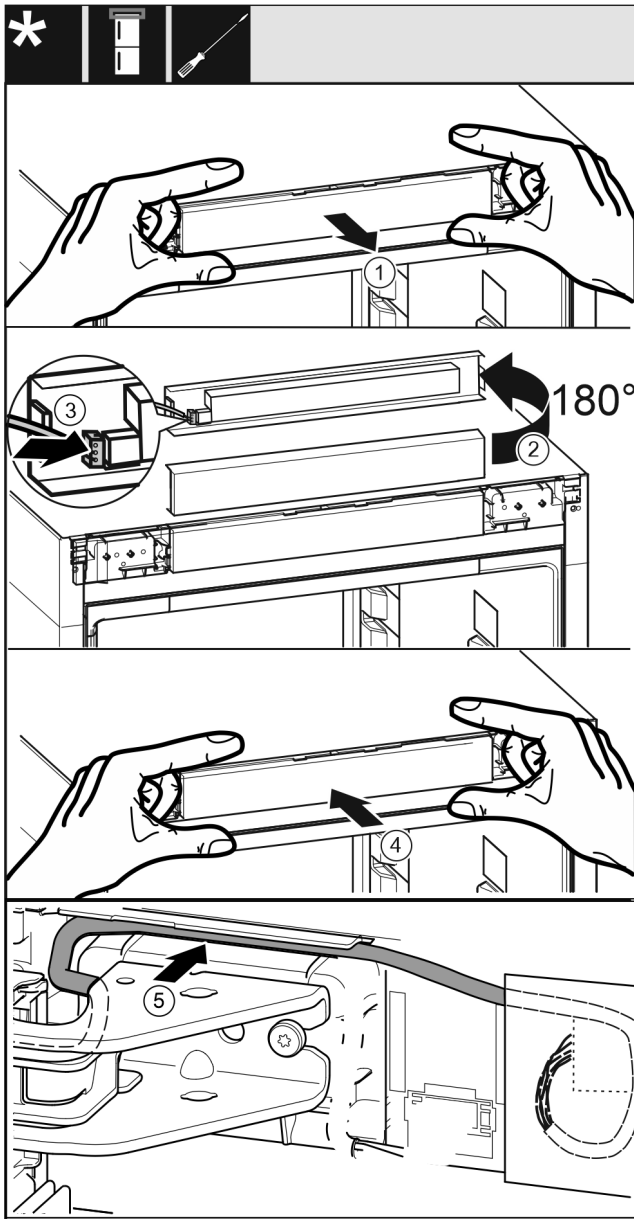

Fig. 38
- ▶ 小心地取出控制面板 Fig. 38 (1)。
- ▶ 将控制面板 Fig. 38 (2)向上旋转 180°。
- ▶ 将插头 Fig. 38 (3)卡紧在控制板上。
- ▶ 将控制面板 Fig. 38 (4)重新卡紧在冰箱上。
- ▶ 将电缆 Fig. 38 (5)通过上方托架小心地放置到导向装置中。